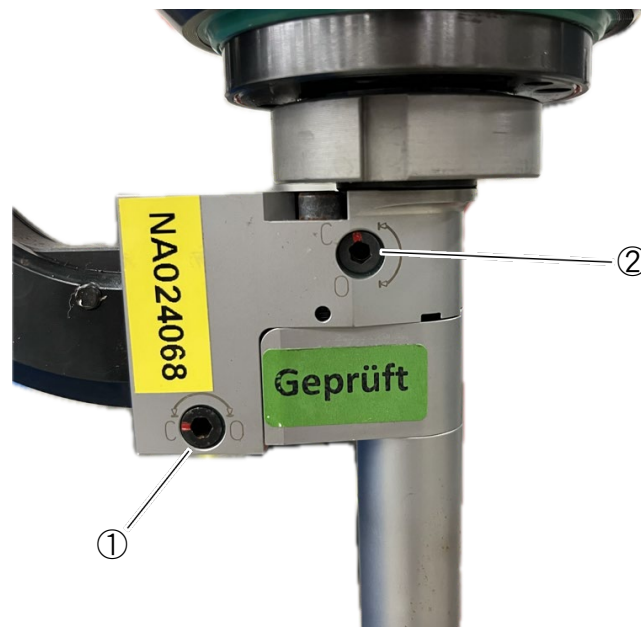

図 14:レシーバーの取外し
- レシーバーからフィードチューブを取り外すため六角レンチ(サイズ 3mm)を使用し、フィードチューブ側のクイックロック(図 14、①)を押しながら赤い印を右に半回転(C→O)させクイックロックを開きます。
- レシーバー上部のクイックロック(図 14、②)を押しながら右に半回転(C→O)させクイックロックを開きます。